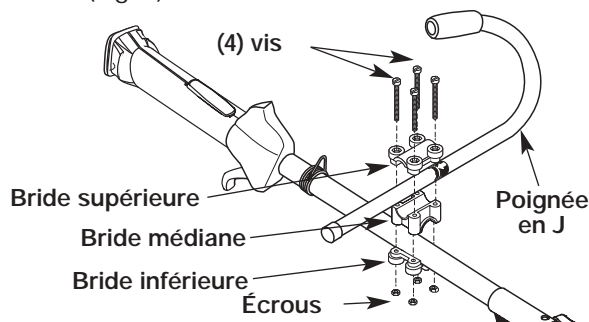

Fig. 2
1. Placez la poignée en J entre les brides supérieure et médiane (Fig. 2).